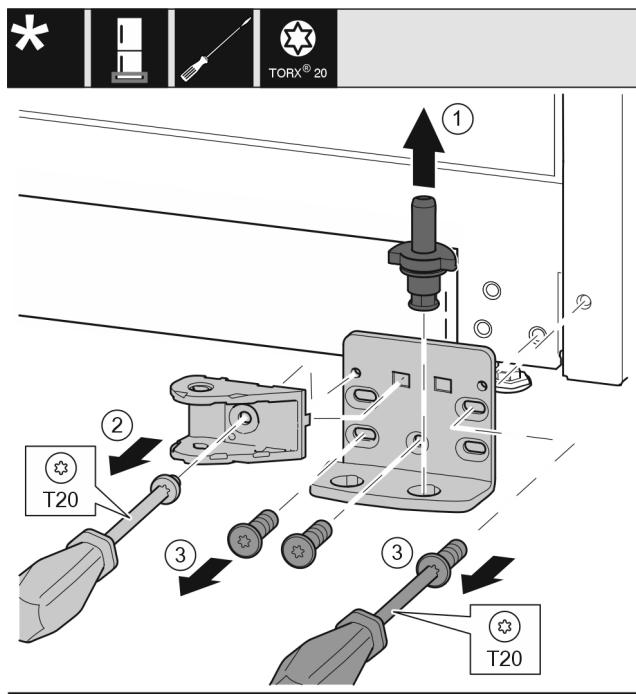

Fig. 36 *
- Ložiskový čep Fig. 36 (1) celý vytáhněte nahoru.*
- Šroubovákem vyšroubujte šrouby Fig. 36 (2) a sejměte spojení tlumiče zavírání.*
- Šroubovákem vyšroubujte šrouby Fig. 36 (3) a sejměte stojan ložiska.*